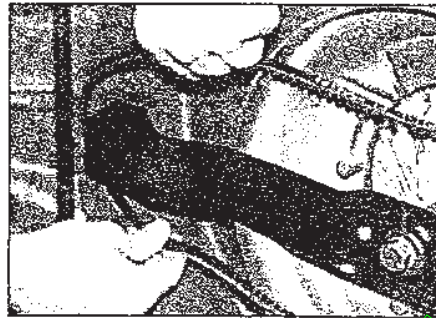

Figure 5-10: Retirez ou installez la courroie en la faisant passer autour de la lame.
- b. Faites passer la courroie autour et par dessus cette extrémité de lame (Figure 5-10).